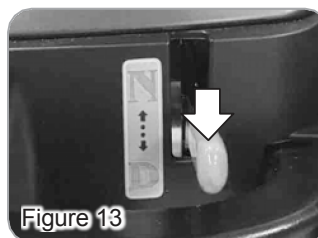

Figure 13
- Lorsque le levier est en position de conduite (D), le scooter peut être conduit. La position normale est en D (figure 13).